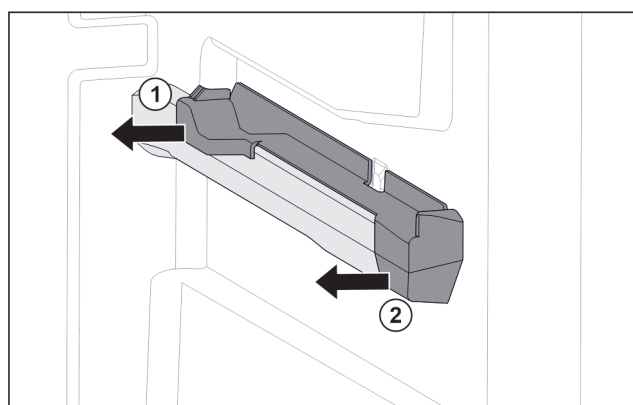

Fig. 138 Élément emboîtable sur la nervure de récipient droite
- Le retirer sur le côté par l'arrière. *Fig. 138 (1)*
- Le retirer sur le côté par l'avant. *Fig. 138 (2)*